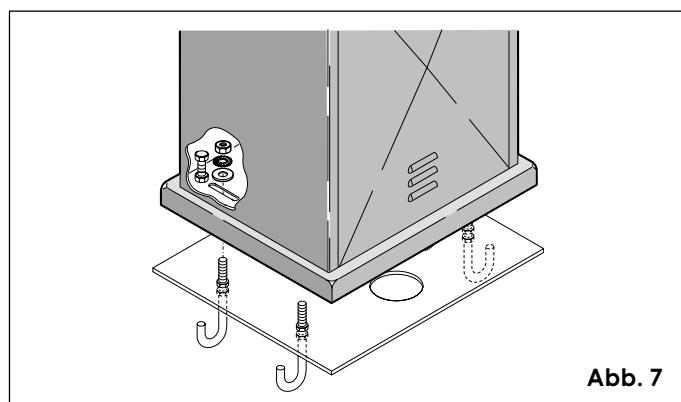

Abb. 7
- 1) Das Schutzgehäuse (Abb. 1 Pos. 1) abnehmen und den Getriebemotor auf die Fundamentplatte setzen. Scheibe, Federring und Schraube dann andrehen, aber nicht festziehen, s. Abb. 7